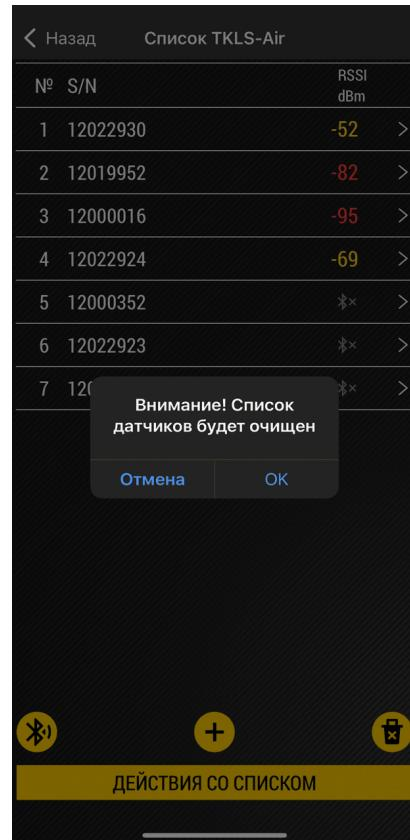

Рис.18. Удаление списка
5. Для удаления всех датчиков из списка нажмите на кнопку **Рис.15, п.3** и подтвердите удаление (**Рис.18**).